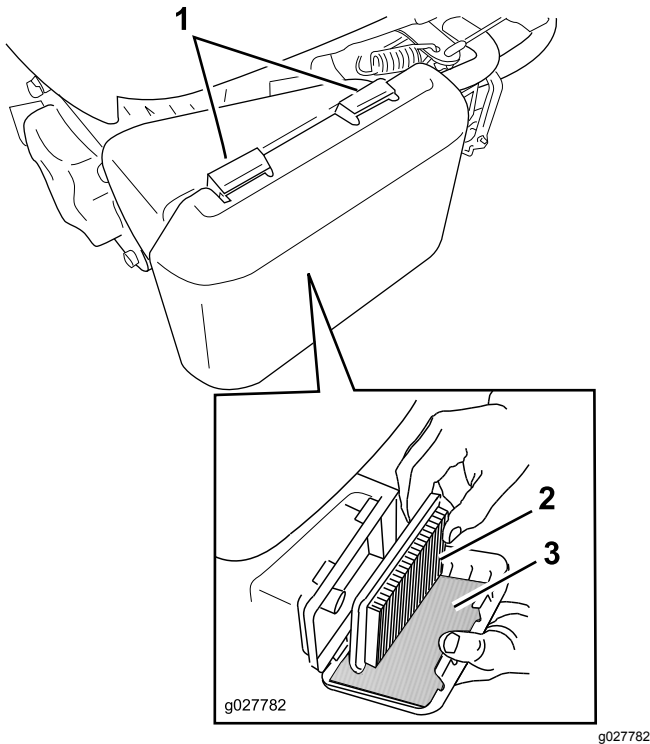

Figure 31
1. Appuyez sur les languettes de verrouillage en haut du couvercle du filtre à air (Figure 31).
3. Retirez l'élément en papier et le préfiltre en mousse (Figure 31).